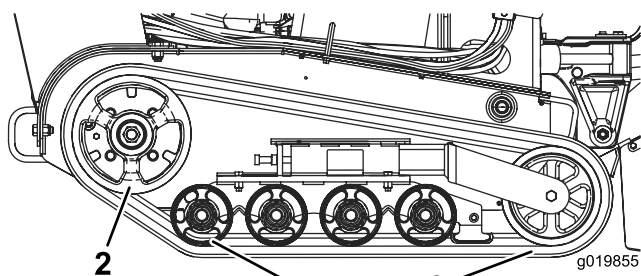

Figura 46
**Importante:** Certifique-se de que limpa bem as rodas e a roda motora de transmissão (Figura 46).
8. Começando na roda motora de transmissão, enrole a nova lagarta em torno da roda motora, assegurando que as porcas no interior da lagarta se encaixam nos espaçadores da roda motora (Figura 46).
9. Empurre a lagarta para debaixo e para o meio das rodas de estrada traseira e central (Figura 46).